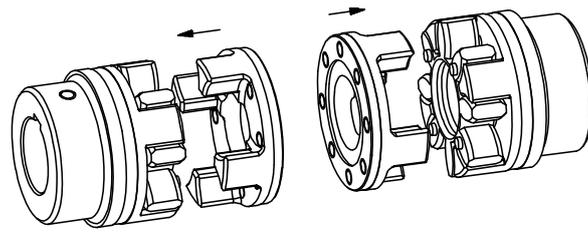

Рис. 10: Монтаж поводковых фланцев
- Установите кулачки поводковых фланцев в зубчатые венцы (см. рис. 10).